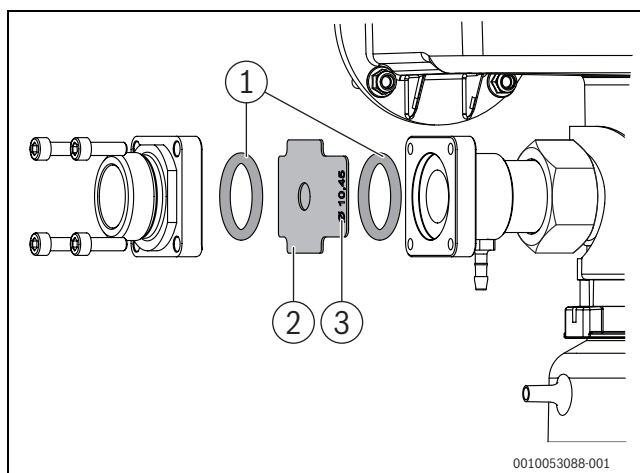

Рис. 28 Замена диафрагмы (мощность котла 150 кВт [V04])
- ▶ **Мощность котла 150 кВт [V04]:** вставьте диафрагму надписью (→рис. 28, [3]) вперед, язычок с надписью направлен вперед.